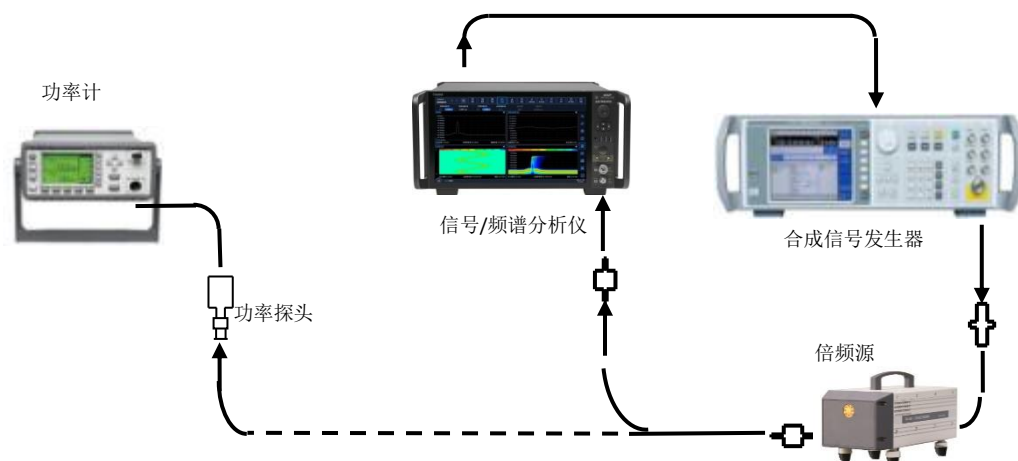

图 7.18 射频输入 2 频率响应测试示意图 (67GHz ~ 110GHz)
- 33) 按照图 7.18 所示实线连接测试仪器, 连接合成信号发生器的射频输出至倍频源 82401N 模块输入, 倍频源输出与 4082 的射频输入 2 相连;
- 38) 按照图 7.18 所示虚线连接合成信号发生器射频输出至倍频源 82401N 的射频输入，连接倍频源的输出至 1mm 同轴功率计的射频输入，设置 1mm 同轴功率计频率为 67.55GHz，频率步进 1GHz。
- 41) 按照图 7.18 所示倍频源模块 82401N 换成倍频源模块 82406A；